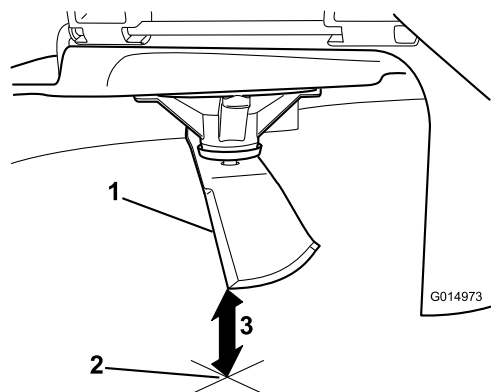

Figura 77
5. Mida desde la punta de la cuchilla hasta la superficie plana (**Figura 77**).